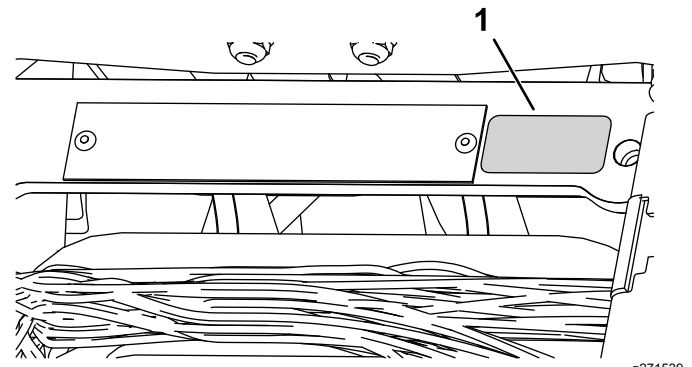

Figura 16
- Amplasai autocolantul cu anul de fabricaie lângă plăcua cu numărul de serie (Figura 16).